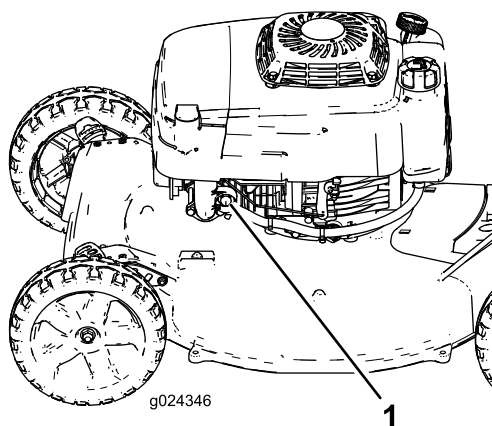

Figure 15
2. Appuyez fermement sur la poire de l'amorceur (Figure 15) pendant 1 seconde.